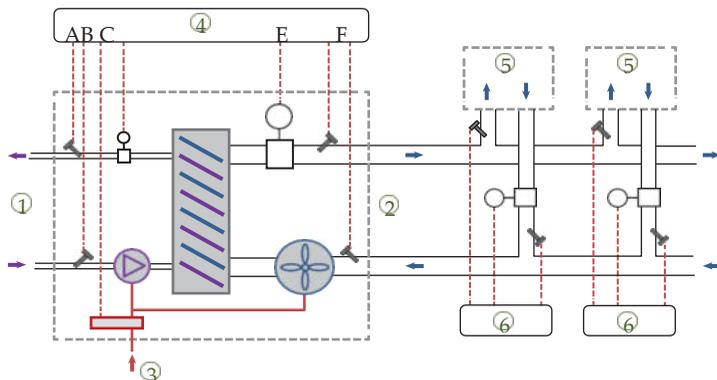

Рисунок 1.9
В примере, показанном на рис. 1.9, имеется несколько измерительных приборов. Первичным измерением является тепловой счетчик, установленный на входе (1) с помощью датчика потока (4D) и температуры входа и выхода (4A) и (4B). Кроме того, электрическая мощность (3) измеряется измерителем электрической мощности (4C). Произведенная энергия измеряется на выходе (2) аналогично с (4E), (4F) и (4G).